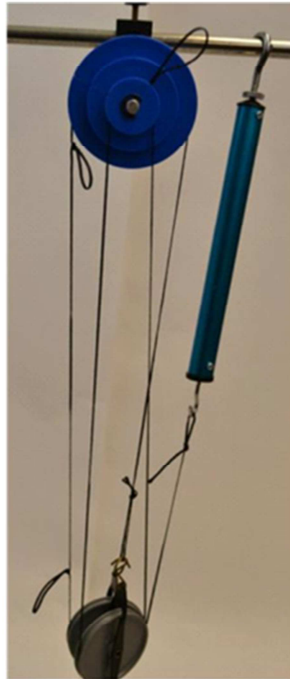

Figura 14-4 : sistema de cuatro poleas
18. Haga que cuatro poleas funcionen en el sistema enhebrando la cuerda alrededor de las cuatro poleas como se muestra en la Figura 14-4.